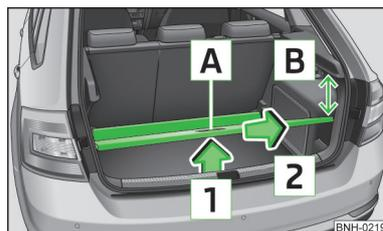

Fig. 73
- Agarrar el suelo de carga variable por el agarradero **A** » fig. 73.
- Al extraer o introducir el suelo de carga variable, respetar la distancia máxima de 15 cm [B] » fig. 73 por debajo de la cubierta del maletero. Existe peligro de dañar la junta de la tapa del maletero.